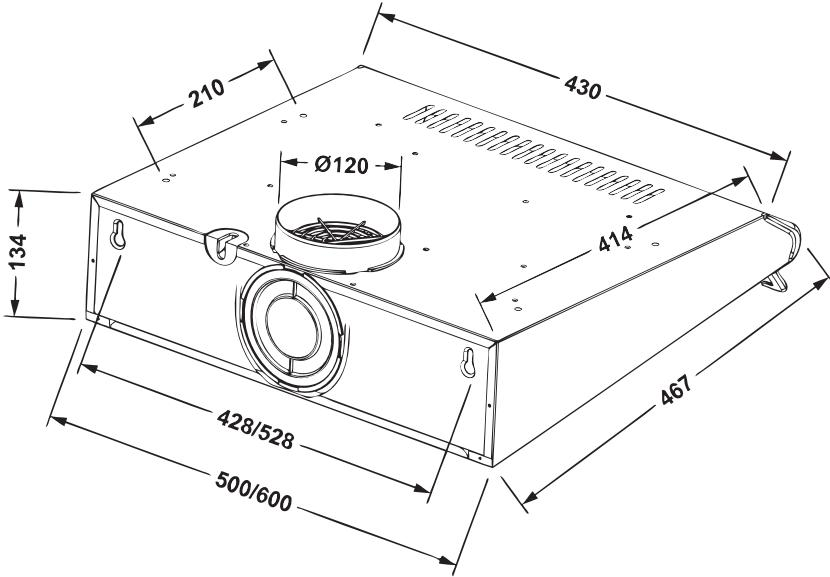

Рис. 3
«Bona H I / II» Ø 3мм. (рис.3).
- для витяжки «Bona H I / II» - 2 або 4 шурупами ПКГ 4 x 12 з шайбами 4, які вкручуються зсередини витяжки в отвори, розташовані на верхній площині корпуса (**рис.3**).
В режимі рециркуляції (рис.3) витяжка не підключається до вентиляційної шахти кухні та повітря проходить через встановлені у витяжці алюмінієві жирові фільтри і вугільні запаховловлюючі фільтри (які купуються окремо) і повертається назад в кухню через вентиляційні пази **C**.